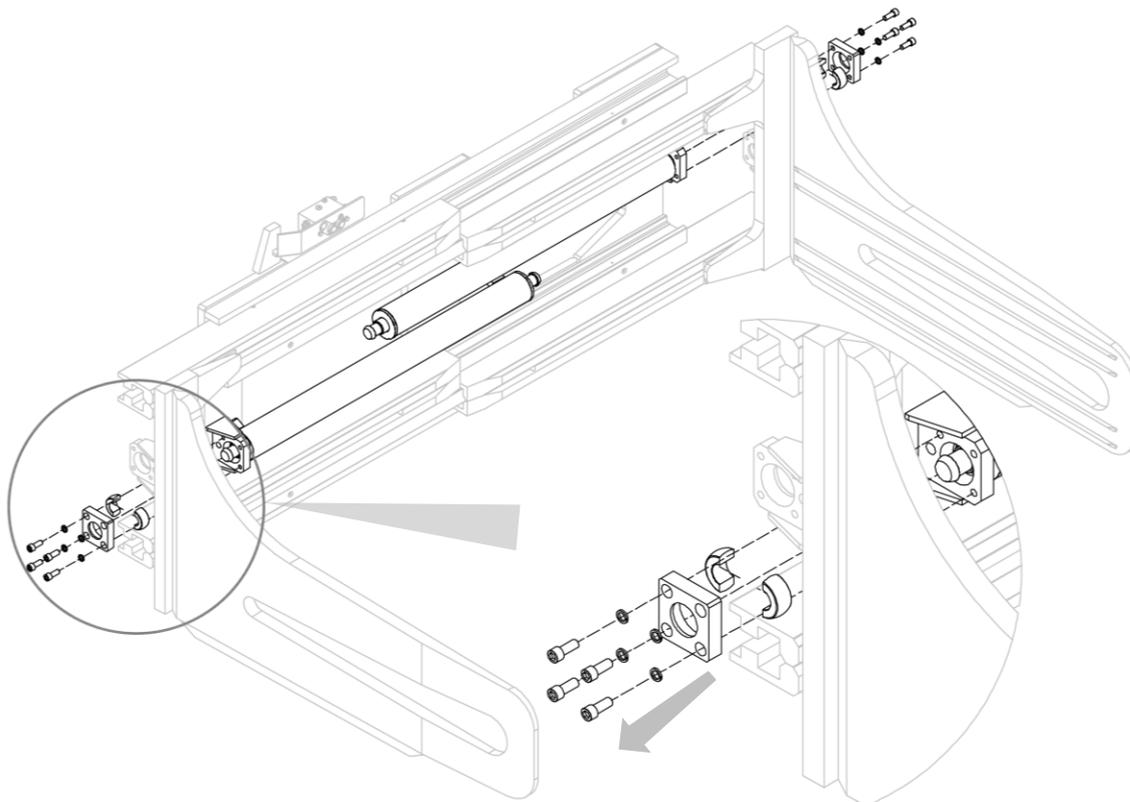

Figura 22
7. Rimuovere le controflange e i collari che vincolano i cilindri alla struttura dell'attrezzatura; una volta fatto, rimuovere i cilindri prestando attenzione a non danneggiarli (vedi *Figura 22*).